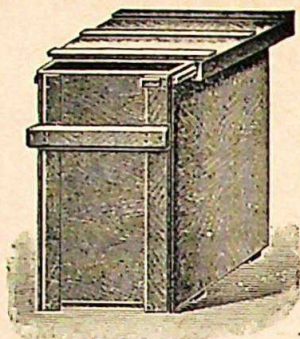

Bild 99. Wabenbock Nr. 111
1. Der Wabenbock. Der Ausdruck Wabenbock ist ja eigentlich nicht mehr zutreffend, denn darunter verstand man früher etwas anderes. Man hatte Gestelle aus Latten, worauf man die Waben beim Revidieren der Völker hängen oder stellen konnte. Diese sind heute kaum noch in Gebrauch, weil sie die gestellten Bedingungen nicht erfüllten. Heute verstehen wir darunter, wie aus der Abbildung 99 zu ersehen ist, eine größere saubere Kiste, die an den Endseiten abgerundete Traggriffe hat. Oben wird der Wabenbock mit Schiebedeckel geöffnet und geschlossen. Die Inneneinrichtung ist so, daß die Rähmchenohren aufliegen. So ein Wabenbock faßt etwa 14 Rähmchen, also mindestens den Inhalt eines gefüllten Honigraumes. Er wird für jedes Maß geliefert.